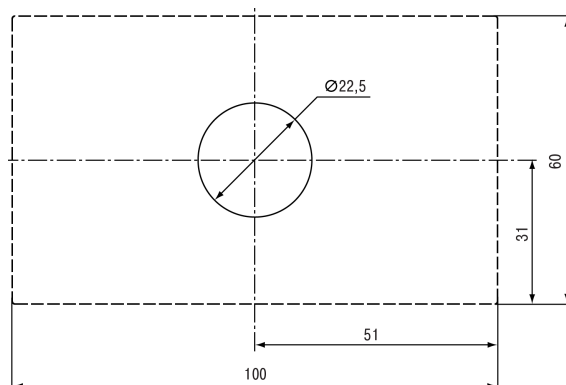

Рисунок 4.2 – Установочные размеры прибора
1. Подготовить в щите круглое отверстие диаметром 22,5 мм (см. рисунок 4.2).